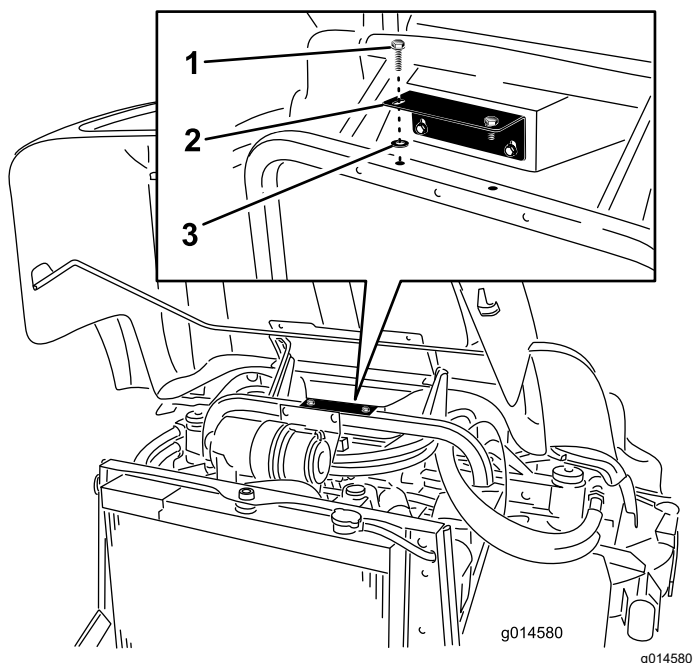

図 7
2. 収納部サポートブラケットをフレームに固定している 2 本のフランジヘッドねじを外す 図 7。